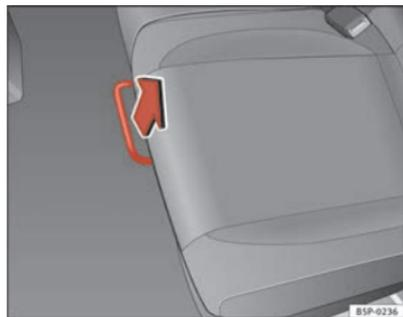

Fig. 97 Barra de destranque do banco traseiro
- Na posição de sentado, destranque a alavanca no sentido da seta ⇒ fig. 97.